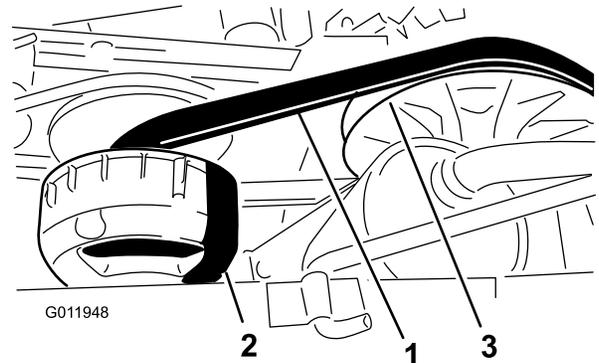

Figura 46
3. Fate girare la cinghia (Figura 46) ed ispezionatela per rilevarne l'eventuale eccessiva usura o danni. All'occorrenza sostituiteda.
1. Girate la cinghia e fatela passare sulla frizione secondaria (Figura 46).
2. Rimuovete la cinghia dalla frizione primaria (Figura 46).